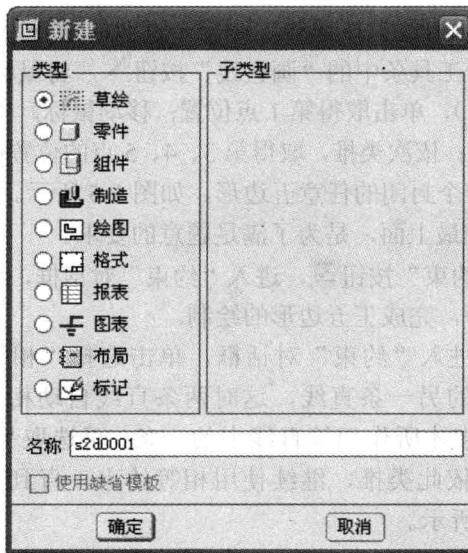

图 1-2 “新建”对话框
- 1) 新建草绘文件。进入草绘的途径有两种：单击工具栏中的“新建”按钮 ，或单击主菜单“文件”→“新增”命令，弹出“新建”对话框，如图 1-2 所示。在“类型”栏中选择“草绘”，在“名称”文本框中输入文件名，单击“确定”按钮，进入草绘模块。